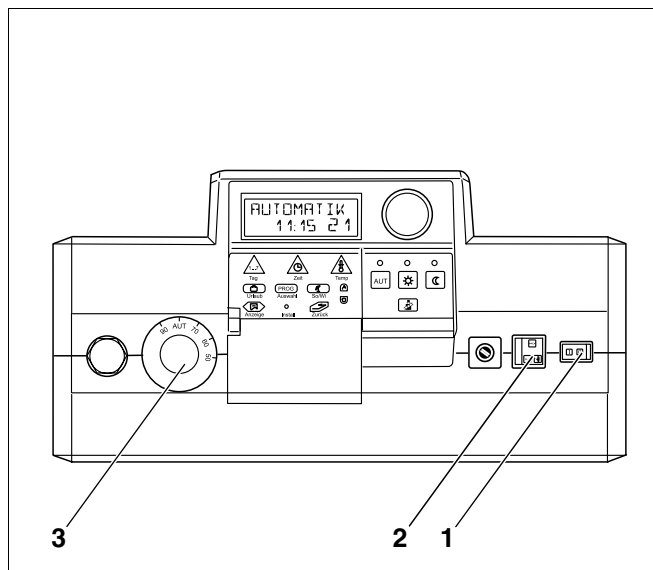
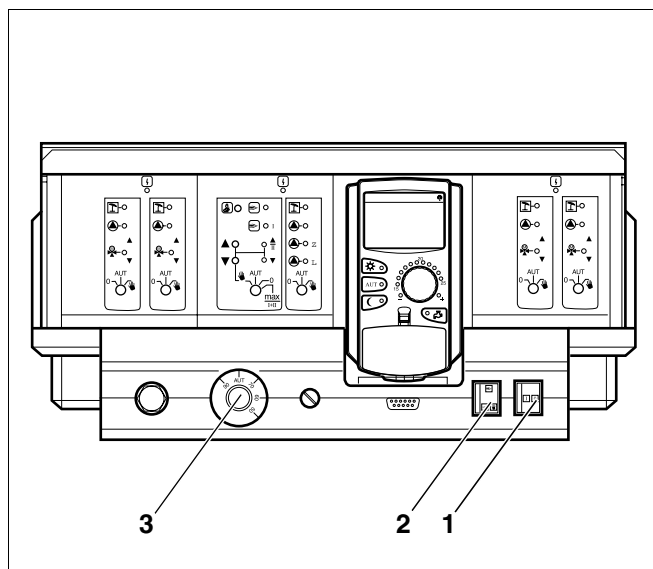
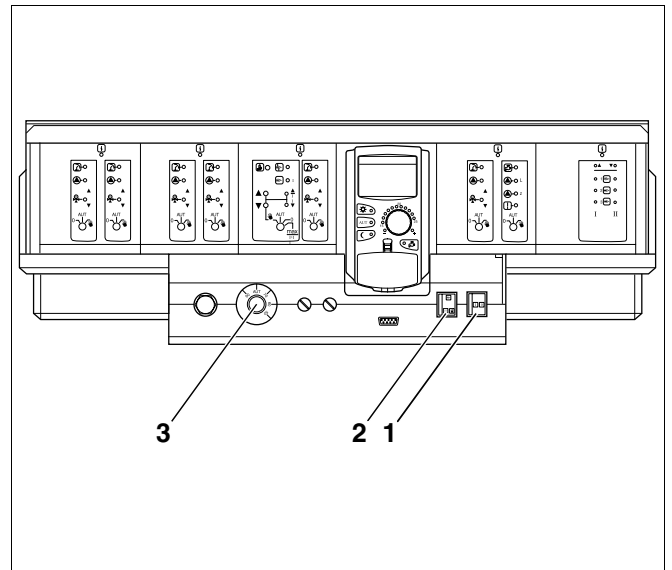

Fig. 1 Aparato regulador Logamatic 2107
Fig. 2 Aparato regulador Logamatic 4211
Fig. 4 Aparato regulador Logamatic 4311
- Coloque el interruptor de funcionamiento (fig. 1, **pos. 1**) y (fig. 2, **pos. 1**) y (fig. 4, **pos. 1**) en la posición "I" (ON).
- Coloque el interruptor de funcionamiento de emergencia de la calefacción y de agua caliente (fig. 1, **pos. 2**) y (fig. 2, **pos. 2**) y (fig. 4, **pos. 2**) en la posición "AUT".
En los aparatos reguladores Logamatic, el regulador de la temperatura del agua de la caldera (fig. 1, **pos. 3**) y (fig. 2, **pos. 3**) y (fig. 4, **pos. 3**) viene preajustado de fábrica en la posición "AUT".
- Coloque el interruptor de funcionamiento (fig. 1, **pos. 1**) y (fig. 2, **pos. 1**) y (fig. 4, **pos. 1**) en la posición "0" (OFF).